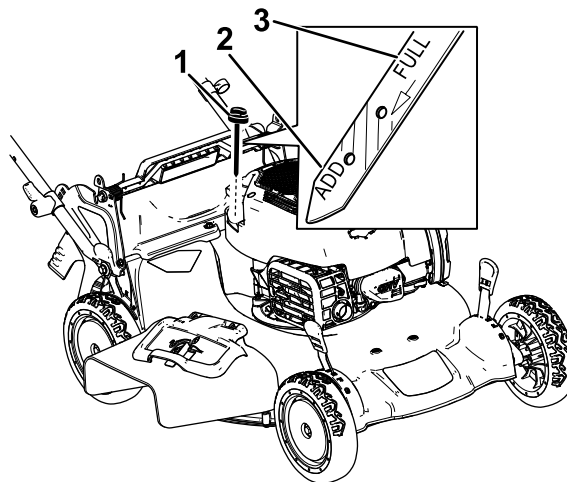

Figura 26
3. Retire la varilla girando el tapón en el sentido contrario a las agujas del reloj y tirando del mismo (Figura 26).
10. Observe en la varilla el nivel de aceite (Figura 26).